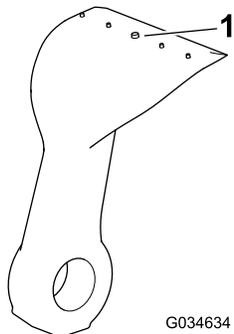

Figura 65
5. Inspeccione cada lâmina para detetar desgaste excessivo utilizando a linha de desgaste (Figura 65). Quando uma lâmina estiver gasta até à linha, substitua a lâmina.